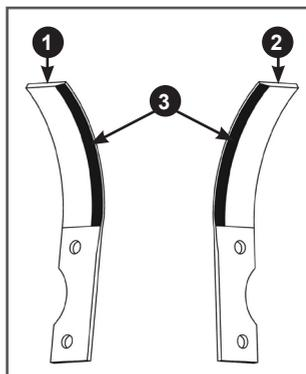

Рис. 12. Ножи фрез
1. Разделите ножи фрез на правые и левые. Правые ножи 1 при установке на правую фрезу будут иметь изгиб в сторону от редуктора, левые ножи 2 при установке на правую фрезу будут иметь изгиб в сторону редуктора (Рис. 12).